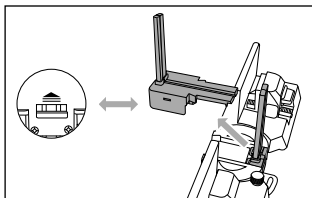

Fig. 7
- ◆ Țineți produsul cu partea superioară în sus și apăsați pârghia de blocare **11** în direcția săgeții ➞ pentru a extrage elementul de ghidare a tăierii B **10** (a se vedea fig. 7).
- ◆ Extrageți elementul de ghidare a tăierii A **9** (a se vedea fig. 7).